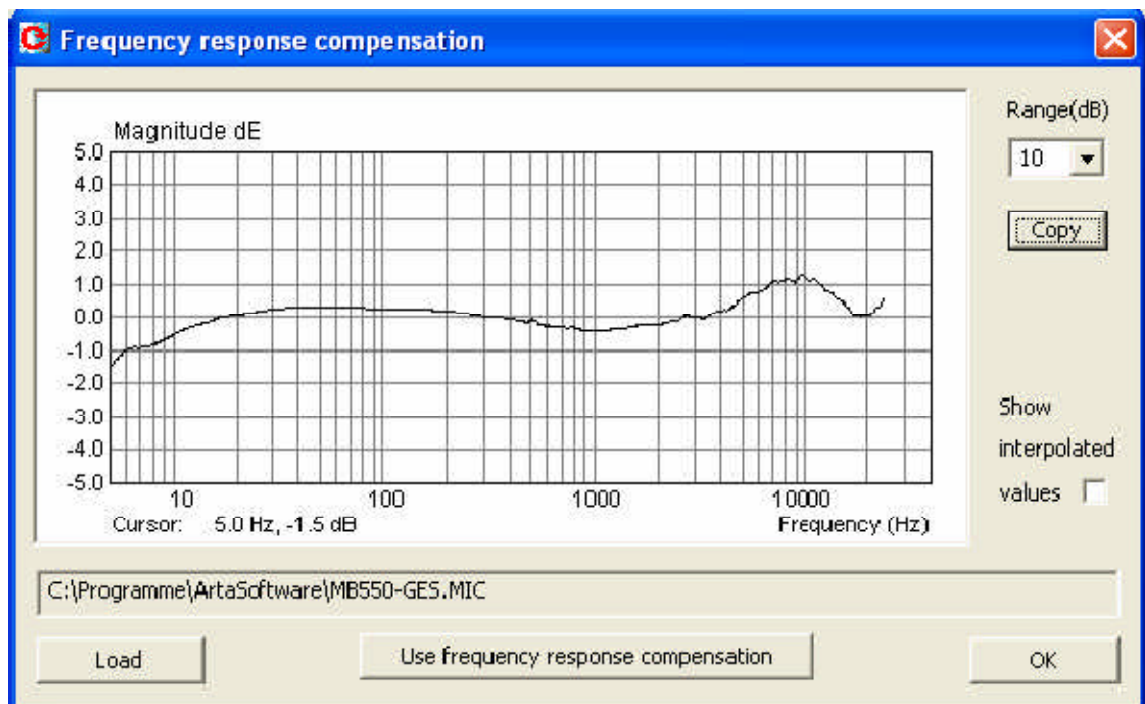
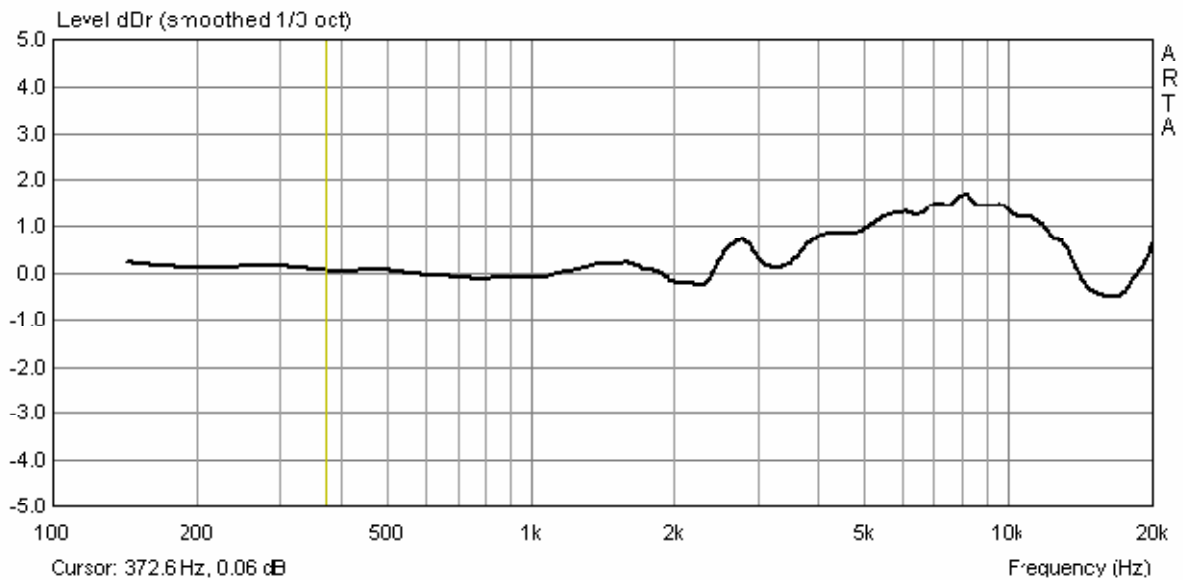

Figura 5.3.1 Finestra di compensazione della risposta in frequenza.
Figura 5.3.4 Correzione della risposta in frequenza sull'asse.
A) 'Carica' il file di compensazione appropriato (.mic) (Figura 5.3.1). Questo dovrebbe essere un normale file ASCII che è stato rinominato da .txt a .mic. Dovrebbe avere la seguente struttura:
Usando questa curva di compensazione insieme ai risultati della sezione precedente (vedi Figura 5.3.4), è possibile ottenere un file di compensazione per l'intera gamma di frequenze da circa 5Hz a 20kHz, come mostrato nella Figura 5.3.1.